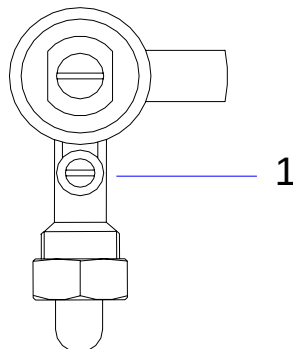

Fig.8
- b) Attraverso l'apertura del coperchio inserire un cacciavite e ruotare la vite (1) nella direzione Fig 8. In senso orario per ridurre il minimo fino al massimo o antiorario 1 giro per G30 / G31 e 2 giri per aumentare il minimo.